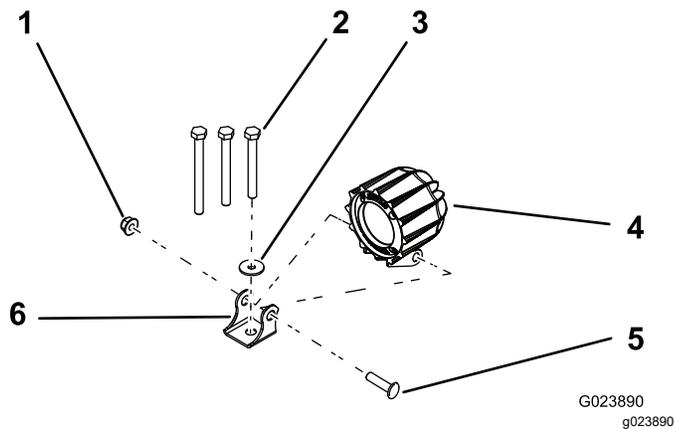

Figura 2
- Coloque la arandela plana en el tornillo de 5/16 pulgada, e inserte el tornillo en el soporte de la luz (Figura 2).